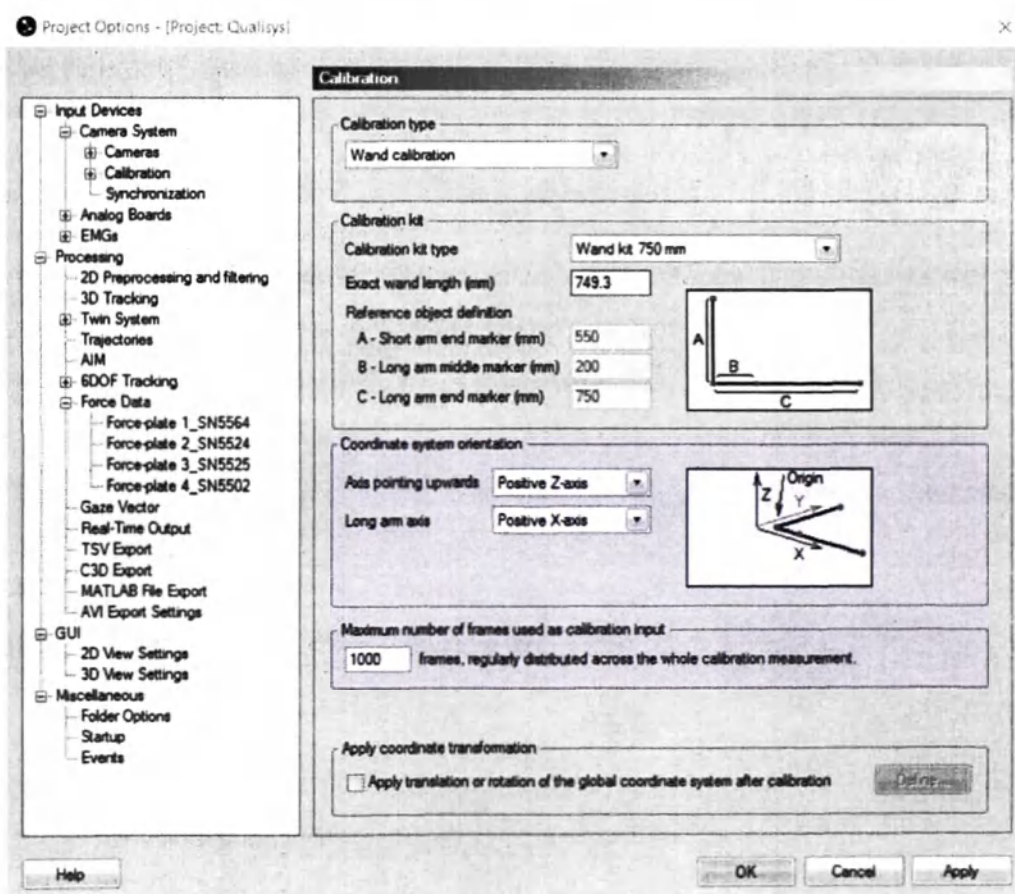

Рис. 75 Диалоговое окно Project options (Опции проекта).
4. Установите настройки на вкладке Calibration (Калибровка) в диалоговом окне Project options (Опции проекта) (Рис. 75).